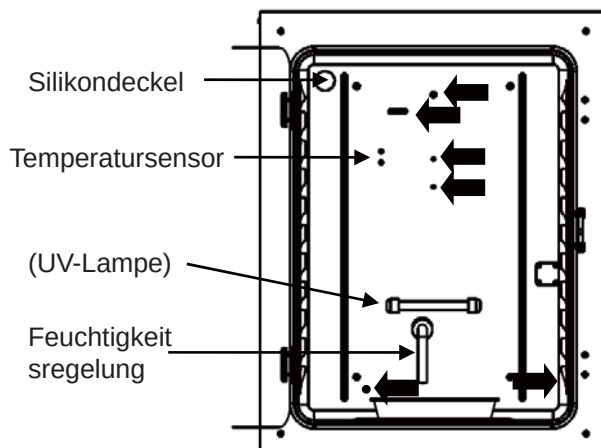

Abb. 2
Achten Sie darauf, dass kein verdünntes Reinigungsmittel oder Wasser in den Temperatursensor, den Zuleitungsanschluss für das CO₂-Gas, den Gaszuführungsport, den Zugangsport für Innenraum-Luftproben, das Lager der Lüfterwelle oder den Luftprobenauslass (siehe ◀ in Abb. 2) gelangt. Der Temperatursensor und die UV-Lampe dürfen nicht mit Reinigungsmittel gesäubert werden. Andernfalls können Störungen auftreten.
3. Ziehen Sie die Abdeckung der Befeuchtungswanne heraus (Abb. 2).